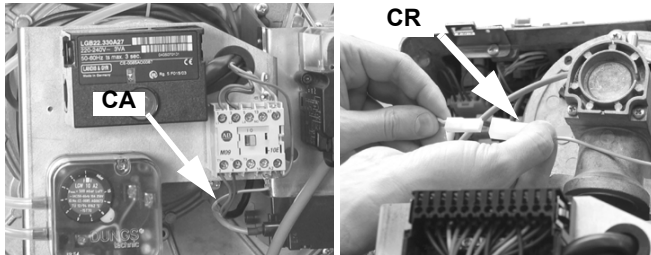

Fig. 11
- 4 Scollegare il connettore **CR** dal circuito stampato (Fig. 11).